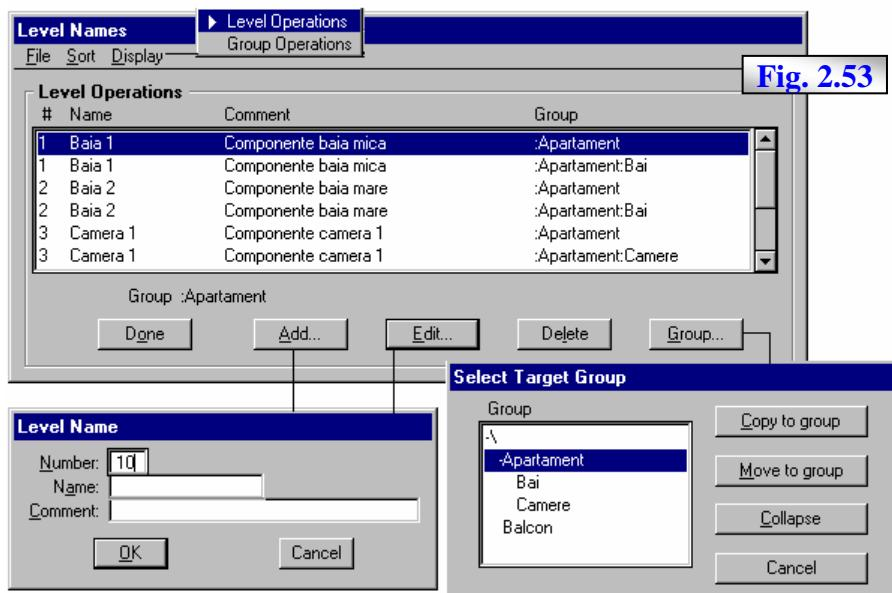

Fig. 2.53
Definirea numelor/descrierilor straturilor de desenare și a grupurilor se poate realiza prin intermediul ferestrei **Level Names**, fig. 2.51, fig. 2.53, care se poate activa astfel:
Gestionarea straturilor de desenare se poate activa prin intermediul ferestrei **Level Names-Level Operations**, activată sub forma din fig. 2.53, prin opțiunea **Level Operations** a barei **Display** a meniului asociat ferestrei
- bara **Display** – cu două opțiuni **Level Operations** și **Group Operations** care alternează între modul de afișare **Level Operations**, fig. 2.53 respectiv **Group Operations**, fig. 2.51 ale ferestrei **Level Names**;